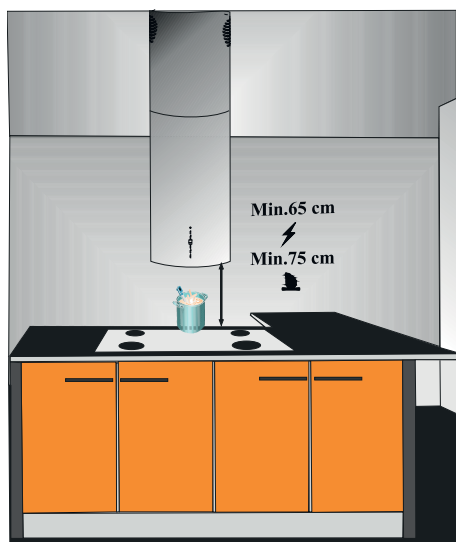

Fig. 10
- Dopo aver completato l'installazione della cappa, la distanza minima tra il prodotto e qualsiasi fornello elettrico deve essere di 65 cm; inoltre vi devono essere 70 cm tra essa e gli altri fornelli a gas o ad altri combustibili ad olio (Fig. 10).